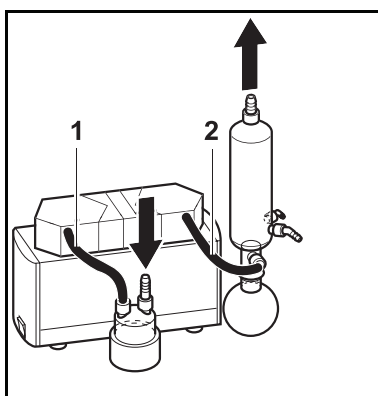

Fig. 15: Conexión tubular sistema SH
2	Tubos (véase Fig. 15) ▪ Resistentes al medio utilizado ▪ Diámetro interno 10 mm ▪ Longitudes: (1) aprox. 150 mm, (2) aprox. 220 mm
3. Conectar los tubos del sistema (véase Fig. 15).